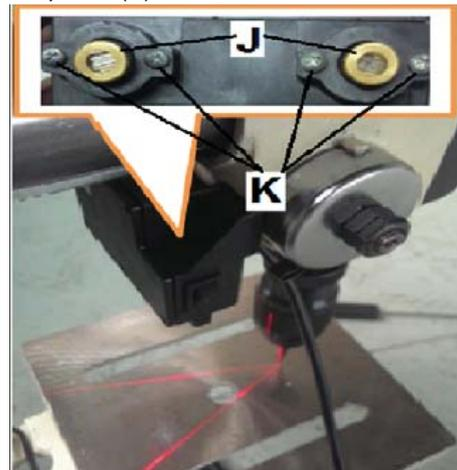

Рис.7
- Перекрестный лазер (S, Рис. 7) может быть включен или выключен.
- Оба линейных лазера (J, Рис. 7) должны быть установлены так, чтобы их лучи сходились в центре сверления.
- Для регулировки ослабьте ручки настройки (K).